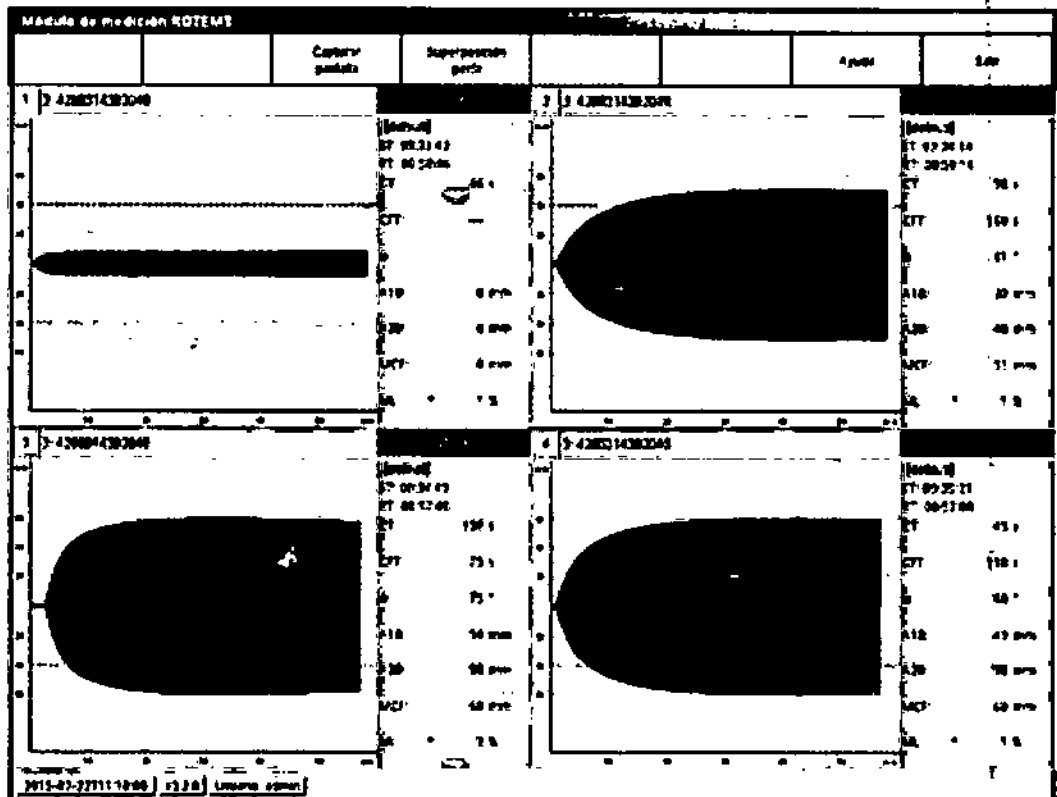

Figura 5-5: 4 TEMogramas en el módulo de medición
- ↳ Se mostrará automáticamente la vista MultiTEM con los 4 TEMogramas (Figura 5-5).
Durante la medición se muestra en pantalla la reseña **Multi-TEM** general de los cuatro canales (Figura 5-5). Aparecen los resultados de la medición actual para los parámetros del test (Capítulo 4). Algunos parámetros de la coagulación se muestran como "valores preliminares" en la pantalla mientras que se está formando un coágulo. Estos valores se basan en una cantidad limitada de datos y se sustituyen por los valores final es en cuanto se disponga de una cantidad apropiada de puntos de datos. Los resultados preliminares aparecen señalados con un asterisco (*).